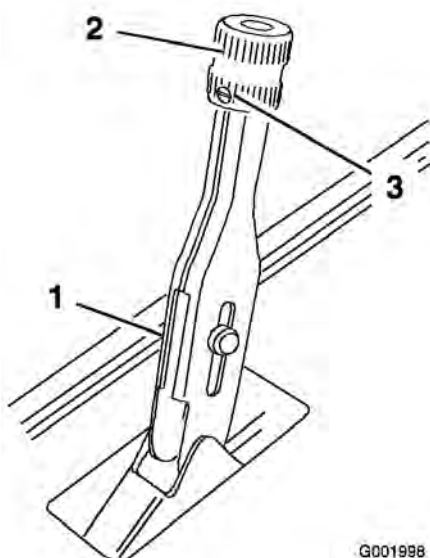

図 61
1. ブレーキ・レバーに調整ノブを固定している固定ネジをゆるめる (図 61)。